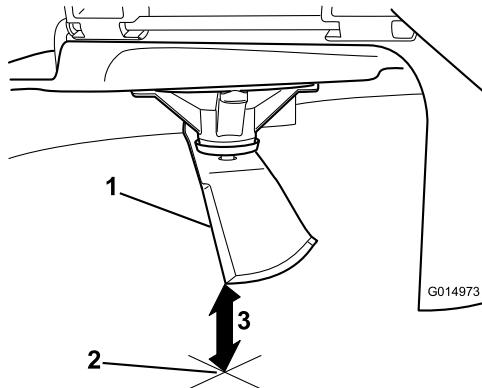

Рисунок 59
- Измерьте расстояние от конца ножа до плоской поверхности (Рисунок 59).